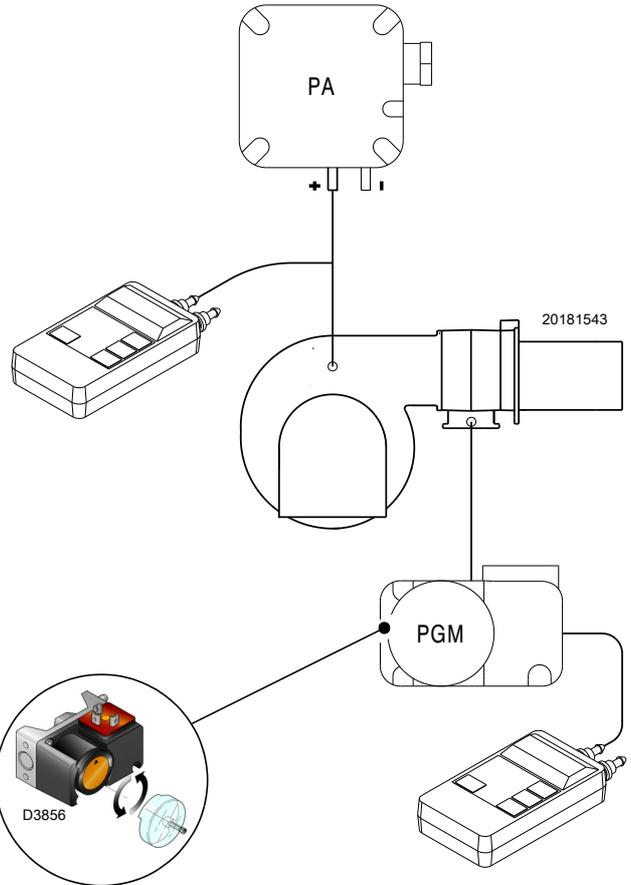

图 31
- 设定最高燃气压力开关（图 31）至量程的终止位置。
在完成所有其他燃烧器调整后，调整最大气体压力开关（图 31），并将最大气体压力开关设置在刻度的末端。